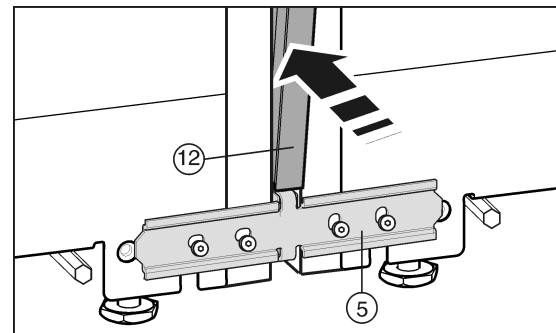

Fig. 26
Avant de mettre en place la baguette *Fig. 26 (12)*, comprimer les deux nervures sur toute leur longueur. Ainsi la baguette se laisse introduire plus facilement dans la fente. Pour introduire la baguette, avoir recours à un chiffon doux pour prévenir des bosses dans la surface de la baguette. Enfoncer la baguette prudemment et de manière rectiligne dans la fente pour obtenir un assemblage optimal.
- Sur le côté avant, poussez la baguette *Fig. 26 (12)* longue dans la fente verticale. Veiller à ce que la baguette soit en contact avec la tôle de jonction *Fig. 26 (5)*.